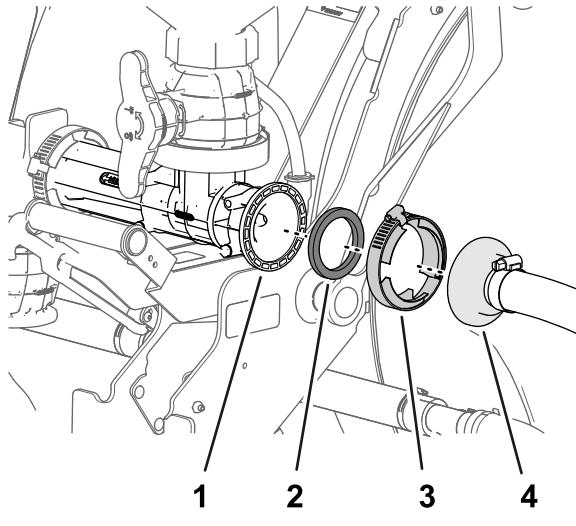

Bild 31
1. Befestigen Sie das gerade, gezahnte Anschlussstück des Ejektorzulaufschlauchs mit einer Dichtung und Flanschklemme lose am Flansch des Ejektors (Bild 31).